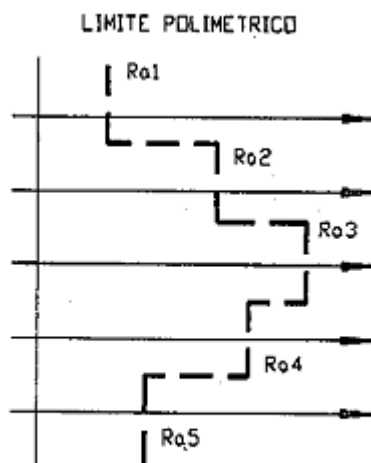

Fig. 4
- Limite polimetrico (Fig. 4).